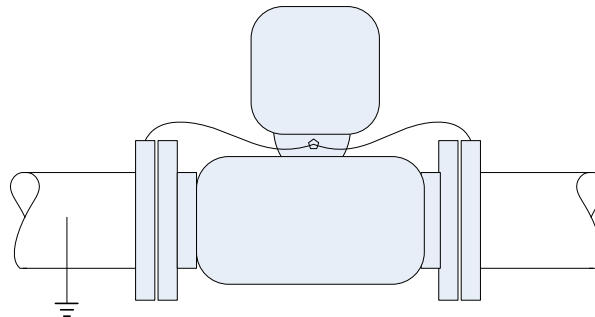

图1 金属管道接地
- b) 传感器外壳是否接地，直接关系测量的精度和稳定性。仪表安装于金属管道时，接地方式如图 1 所示。